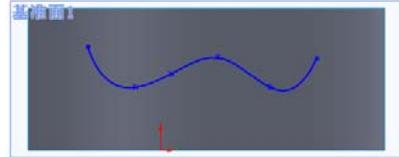

图 6-15 绘制的样条曲线
**07** 绘制样条曲线。单击“草图”工具栏中的“样条曲线”图标按钮 $\text{S}$ ，绘制如图 6-15 所示的样条曲线，然后退出草图绘制状态。